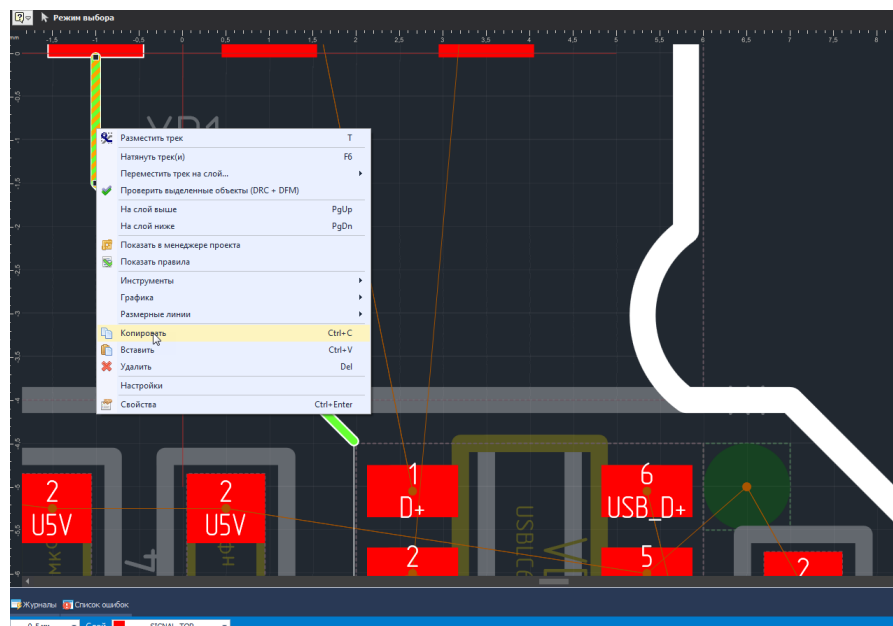

Рис. 295 Копировать трек
2. Воспользоваться пунктом «Копировать» контекстного меню, либо нажать клавишу, назначенную для этого действия (по умолчанию для копирования назначено сочетание клавиш «Ctrl+C»), см. Рис. 295. Копию трека можно получить, перемещая объект при нажатой клавише «Ctrl».